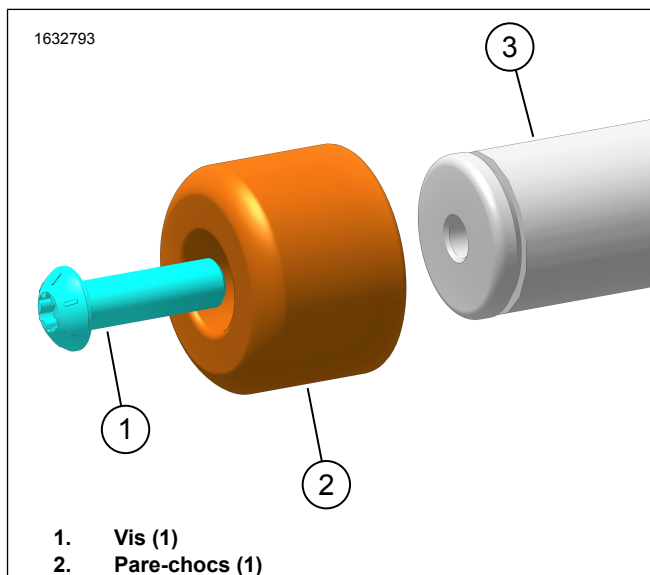

Figure 3.
1. Voir la Figure 3. Retirer et jeter la vis (1) et le pare-chocs (2).
2. Installer le pare-chocs (2).
3. Installez les vis (1). Serrer.